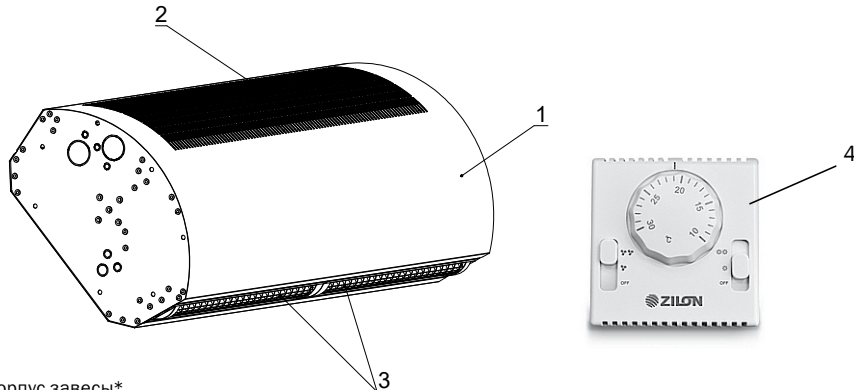

Рис. 1
Завеса состоит (см. рисунок 1) из корпуса\* (1), изготовленного из листовой нержавеющей стали. Внутри корпуса расположен медно-алюминиевый теплообменник и вентиляционный узел. Во всех моделях завес используются энергоэффективные центробежные вентиляторы. Каждый центробежный вентилятор оснащен собственным электродвигателем. В комплект изделия входит выносной пульт дистанционного управления ZA-2.